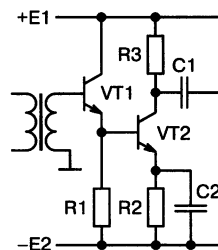

Рис. 9.20. В чем причина сильного фона?
**РАДИОЛЮБИТЕЛЬ:** *При проверке усилителя (рис. 9.20) на выходе прослушивается сильный фон с частотой 100 Гц, значительно превышающий уровень пульсаций на шине  $E1$ . Откуда он берется?*
Явление объяснимо: вы здесь не учли, что выходное напряжение эмиттерного повторителя отсчитывается относительно той же точки, что и входное, на рис. 9.20 — это заземленный вывод вторичной обмотки входного трансформатора. Значит, к данной точке и должен